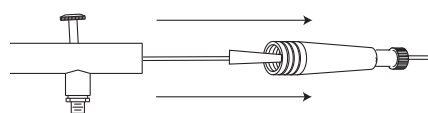

Figure 20
3. Dès que le mandrin soit complètement dévissé, tirer l'aiguille de l'aérographe avec attention. Voir Figure 20.